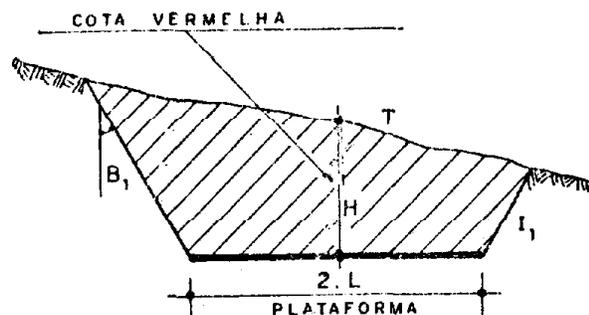

Fig. 1 - SEÇÃO EM CORTE
Seção em corte — É aquela em que a plataforma se localiza abaixo do terreno natural. (fig. 1)
c) Taludes de corte ou aterro — São as declividades das rampas de cortes ou saias dos aterros, os taludes de corte serão representados por I_1 e os de aterros por I_2 , sendo $I_1 = \cotg B_1$ e $I_2 = \cotg B_2$. (fig. 1, 2 e 3).